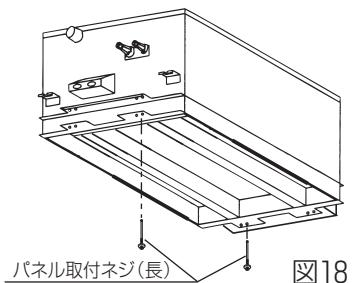
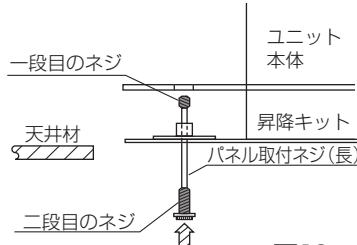

図18
図19
自動昇降パネルを取付ける前に、パネル取付ネジ（長）2本を図18の位置に対角で仮止めします。（図19のとおりパネル取付ネジ（長）の一段目のネジ部がユニット本体のナットを通抜ける位置までねじ込みます。）次にパネルを取付けますが、オートベーンのコネクター部が必ず配管側になるよう方向に注意してください。方向を合わせたら、仮止めしたパネル取付ネジ（長）にパネル本体吸込口部のU切欠き穴を引掛けます。（図20）
(1) が完了しましたら図19および図20で仮止めしていた取付ネジとトラスネジを締め付けてください。